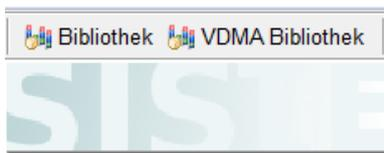

Abbildung 15: Schaltfläche „VDMA-Bibliothek“ in der Werkzeugleiste des Hauptfensters
- die Schaltfläche „VDMA-Bibliothek“ in der Werkzeugleiste (Abbildung 15)